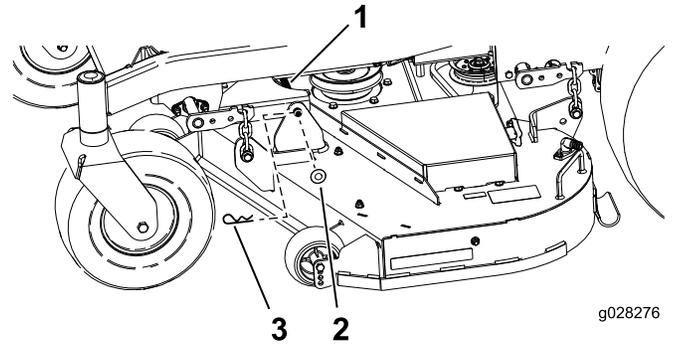

Figura 65
- Retire la chaveta y la arandela que sujetan el pasador de enganche al bastidor y a la carcasa; retire el pasador de enganche (Figura 65).
9. Sujete el perno de enganche con las chavetas y las arandelas que retiró anteriormente (Figura 65).